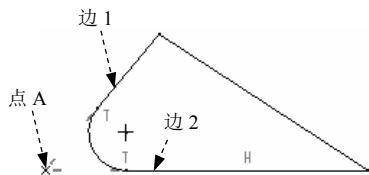

图 4.16.4 创建约束
Step4. 将点 A 约束到两条边的交点上, 如图 4.16.4 所示。
(1) 单击 **约束** 区域中的  按钮。
(2) 系统在信息区提示  选择要约束的两图元或顶点。先分别选取“点 A”和“边 1”,再分别选取“点 A”和“边 2”,如图 4.16.4 所示。